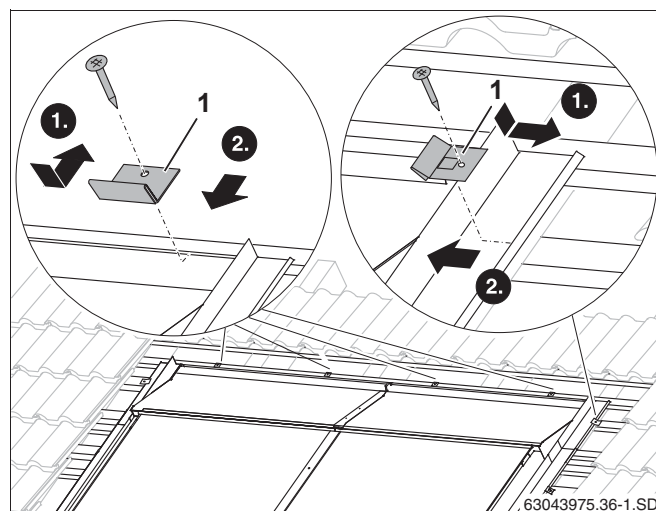

Рис. 60 Крепление накладных листов прихватами
- ▶ Уложите прихват (рис. 60, **поз. 1**) в кант накладного листа.